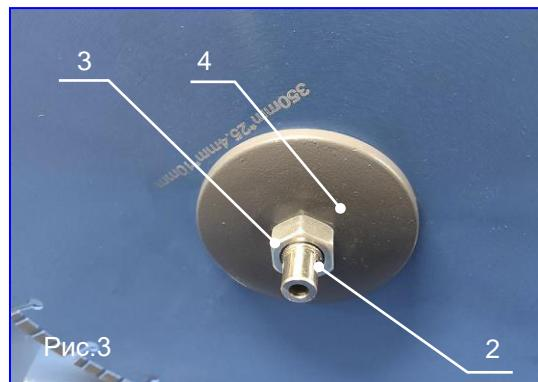

Рис.3
3. Вставьте шестигранный ключ в отверстие на валу мотора (поз.2, рис.3) (для фиксации). На крепежную гайку (поз.3, рис.3) наденьте ключ.
4. Удерживая шестигранный ключ открутите гайку (поз.3, рис.3) крепления режущего диска, поворачивая ее против часовой стрелки (правая резьба), снимите внешний фланец (поз.4, рис.3), затем снимите диск.